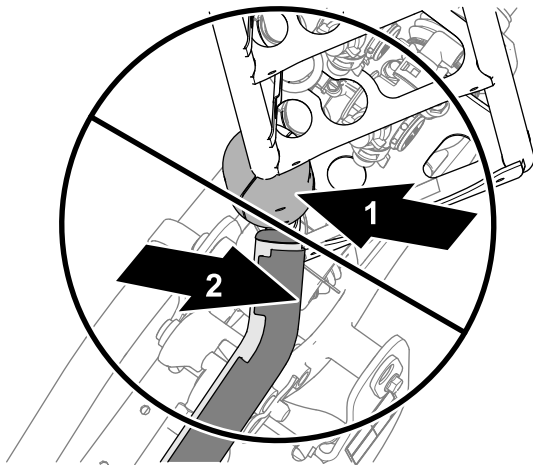
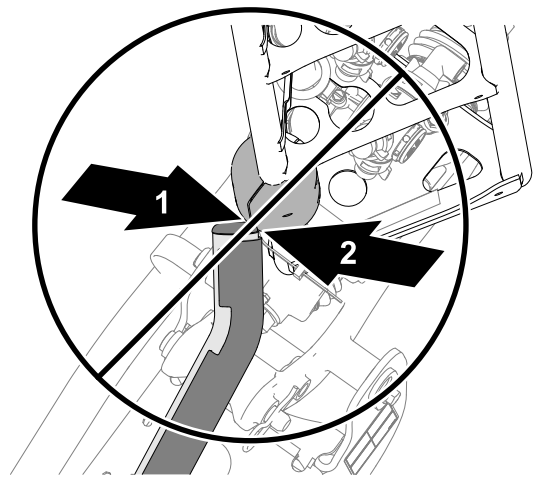
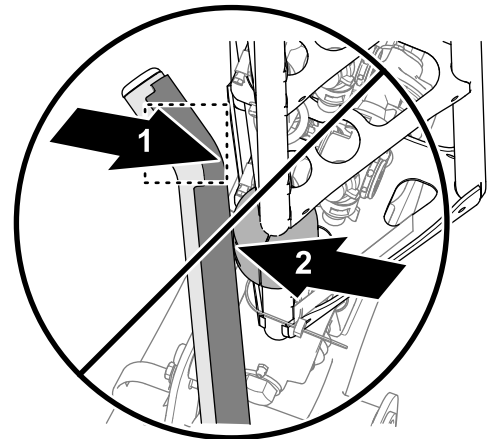

Figure 6
Figure 7
Figure 8
5. Si l'un des tubes supérieurs du berceau est mal aligné par rapport au bloc coulissant, comme montré à la Figure 6, la Figure 7 ou la Figure 8, réglez la position du berceau; voir Alignement des berceaux sur les rampes extérieures \(page 85\).